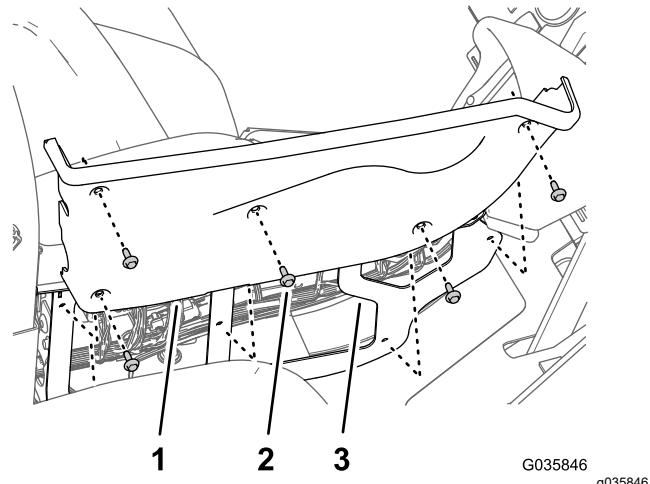

Figure 39
1. Retirez les 5 boulons à embase (1/4" x 3/4") qui fixent le couvercle droit à la console centrale (Figure 39).
2. Retirez les interrupteurs à bascule des commandes de levage de rampe gauche et droite du panneau de la console centrale (Figure 39).
6. Alignez les trous dans le couvercle droit sur le cadre de la console centrale (Figure 39).
7. Fixez le couvercle latéral de la console centrale (Figure 39) à l'aide des 5 boulons à embase ($\frac{1}{4}'' \times \frac{3}{4}''$) que vous avez retirés à l'opération 1.